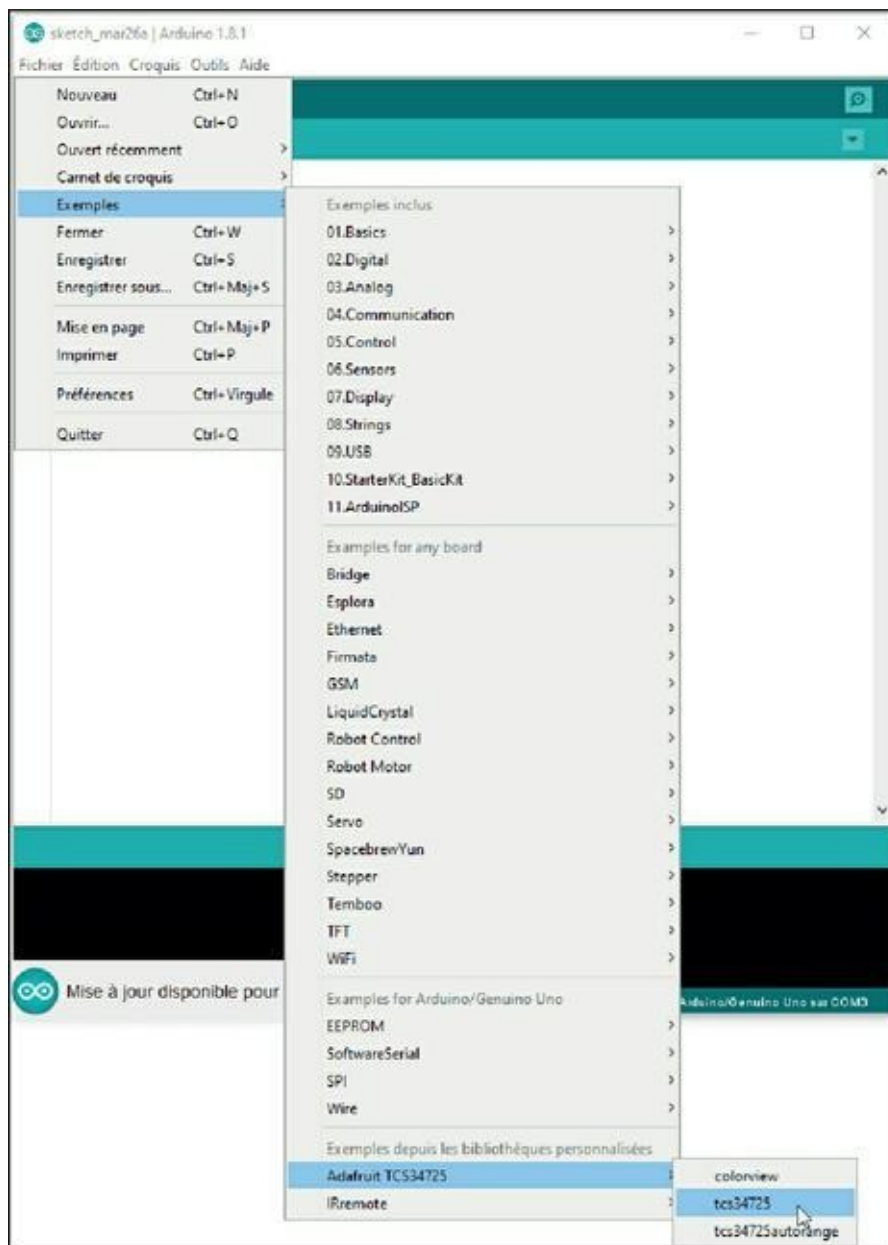

Figure 10.10 : Chargement du programme de test TCS34725.
2. Descends dans la liste jusqu'au nom de la librairie que tu viens d'installer, **Adafruit TCS34725**. Accède au sous-menu (Figure 10.10) et sélectionne l'exemple **TCS34725**.